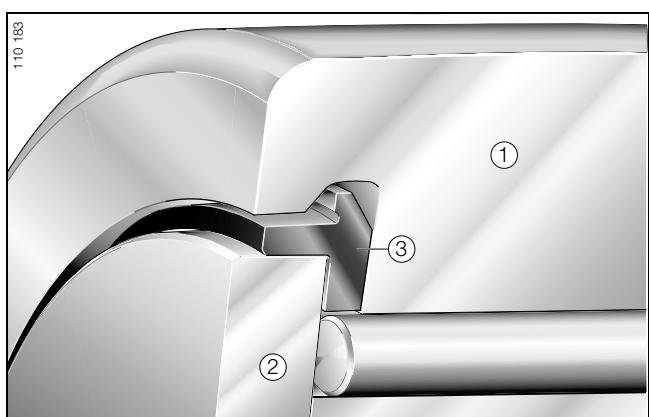

Fig. 3 · Rondelle de frottement en matière plastique avec étanchéité à lèvre
La force radiale est transmise à la construction adjacente par le biais des éléments roulants (aiguilles) et de la bague intérieure ; la force axiale est transmise par le biais du contact de glissement de la bague extérieure ① et de la rondelle de guidage ② (figure 3).
- une rondelle de frottement en matière plastique ③ présentant un coefficient de frottement favorable (figure 3).
La forme de la rondelle lui permet, outre ses propriétés glissantes, d'assurer également le rôle de joint d'étanchéité du roulement (figure 3) :